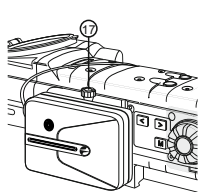

Abb.2
- Schließen Sie den Stecker (1) der externen Stromversorgung an den Anschluss des digitalen (5) Nachtsichtgerätes an.
- Mittels der Halterung kann die EPS31 auf die Weaver-Schiene des digitalen Nachtsichtgerätes aufgesetzt werden (Siehe Abb. 2). Geräte ohne Weaver-Schiene können mit der EPS31 mithilfe des Adapters für das Stativgewinde  $\frac{1}{4}$  Zoll ausgestattet werden.
- Dafür schrauben Sie den Adapter ins Stativgewinde des digitalen Nachtsichtgerätes ein und befestigen Sie EPS31 auf die Weaver-Schiene. Ziehen Sie den Griff (17) der Halterung der EPS31.